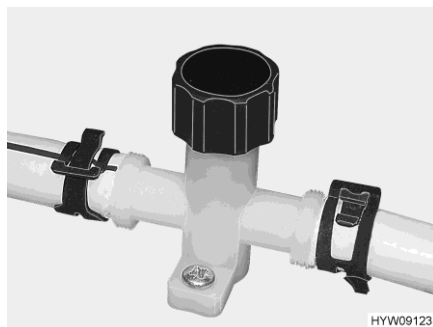
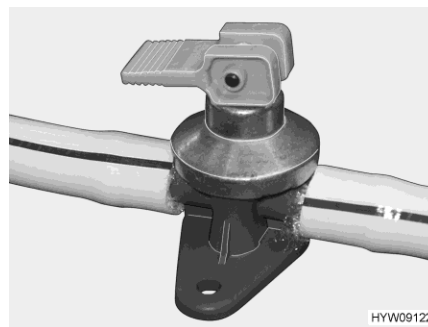

Fig. 120 Llave de desagüe (tubería de agua)
Fig. 121 Llave de desagüe (caldera Alde)
- Cerrar las llaves de desagüe. Para ello, girar el capuchón (Fig. 120) en sentido de las agujas del reloj y colocar el balancín (Fig. 121) en posición horizontal.
- Abrir las llaves de desagüe. Para ello girar el capuchón (Fig. 120) en sentido contrario a las agujas del reloj y colocar el balancín (Fig. 121) vertical.